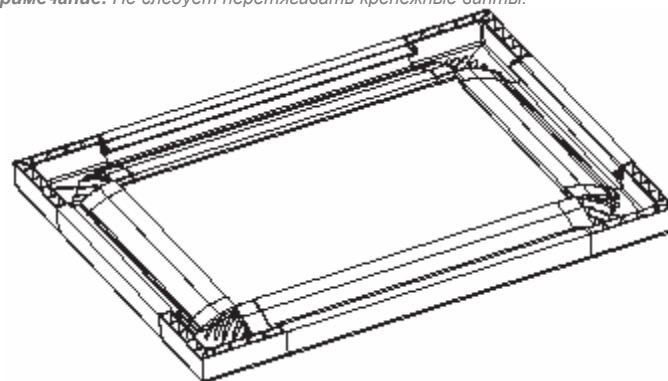

Рис. 5
2. Привинтите уголки к теснению алюминиевой рамы оставшимися четырьмя винтами. Убедитесь, что все четыре (4) пластиковых уголка прикреплены по длине к теснению алюминиевой рамы и все восемь (8) крепежных винтов затянуты (см. рис. 5)